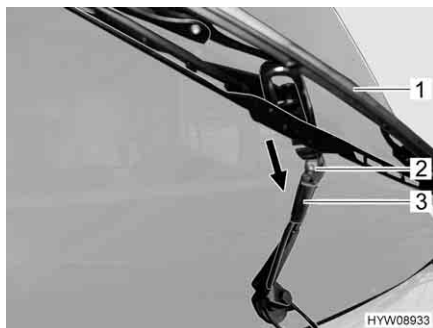

Fig. 194 Sostituzione delle spazzole del tergicristallo
- Sollevare il braccio del tergicristallo (Fig. 194,3) dal parabrezza e aprirlo fino all'arresto.
- Spingere i morsetti in plastica delle spazzole del tergicristallo (Fig. 194,1) fuori dal supporto piegato presente sul braccio del tergicristallo (freccia).
- Pulire gli ugelli dei tergicristalli (Fig. 194,2).